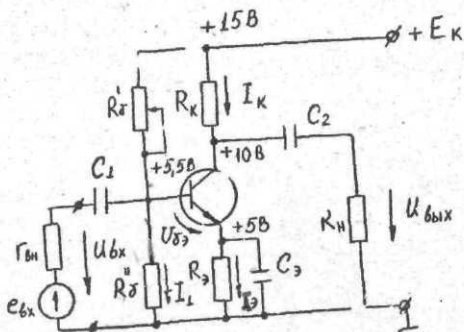
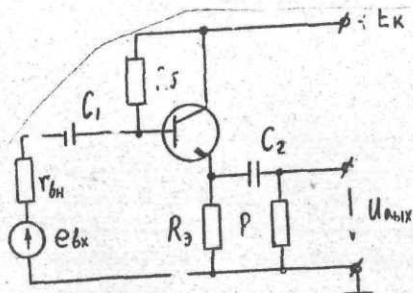
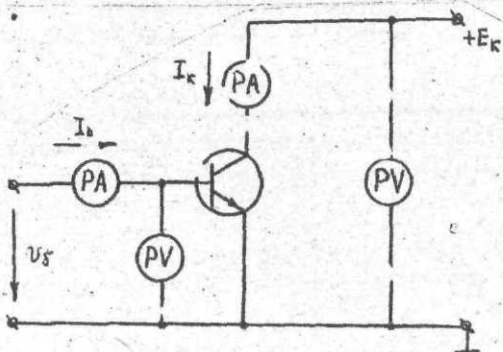

Рис.3.7. Схема усилительного каскада с температурной стабилизацией рабочей точки
Рис.3.8. Схема эмиттерного повторителя
Рис.3.II. Схема включения транзистора для снятия входных и выходных статических характеристик
Для схемы с 0Э входными статическими характеристиками являются зависимости $I_{\delta} = f(U_{\delta})$ (при $U_{\kappa} = \text{const}$), рис. 3 а, и выходными $I_{\kappa} = f(U_{\kappa})$ (при $I_{\delta} = \text{const}$), рис. 3 б. Так как входные характеристики при изменении U_{κ} в широких пределах изменяются незначительно, то можно пользоваться одной характеристикой $I_{\delta} = f(U_{\delta})$, соответствующей некоторому среднему значению U_{κ} . Если входной сигнал имеет небольшую величину и вариация ΔI_{δ} , ΔU_{δ} , ΔI_{κ} , ΔU_{κ} малы, то работа усилителя будет проходить на линейных участках входных и выходных характеристик. В этом случае транзистор можно представить в виде линейного четырехполюсника. Связь между входными и выходными токами и напряжениями в эквивалентном четырехполюснике выражается системой уравнений
покою выбираем в средней части линейного участка характеристики аб, что соответствует примерно середине рабочего участка линии нагрузки $a_1 b_1$. Рабочей точке покоя соответствуют значения $I_{K0} = 3 \text{ мА}$, $U_{K0} = 8 \text{ В}$, $I_{\delta 0} = 300 \text{ мкА}$. По входной характеристике (рис. 3, а) определяем $U_{\delta 0}$ по найденной величине $I_{\delta 0}$. Для создания требуемого тока базы $I_{\delta 0}$
Недостатком рассмотренной схемы усиления является зависимость ее параметров от температуры. На рис.3.7 представлена схема усилительного каскада с температурной стабилизацией рабочей точки.
Следовательно, увеличение тока эмиттера $I_э$ приводит к уменьшению напряжения $U_{бэ}$, вследствие чего эмиттерный переход смещается в сторону запирающего. Ток базы и ток коллектора уменьшаются, т.е. устанавливается прежний режим работы. Потенциальная диаграмма каскада показана на рис.3.7. Рассмотренная схема усилительного каскада с общим эмиттером "поворачивает" фазу выходного напряжения по отношению к фазе входного напряжения на 180° . Представленный на рис.3.8 усилительный каскад с общим коллекто-
На рис.3.II приведена схема включения транзистора для снятия входных выходных характеристик биполярного транзистора. Для исследования одиночного усилительного каскада по схеме с общим эмиттером используется схема с температурной стабилизацией рабочей точки (рис.3.7). С помощью схемы, изображенной на рис.3.8, исследуются свойства эмиттерного повторителя. Во всех указанных схемах в качестве источника входного сигнала используется генератор сигнала ГЗ-33. Также в работе применяются следующие приборы:
2. С помощью входных и выходных характеристик транзистора (рис. 3, а, б), включенного по схеме с общим эмиттером необходимо выполнить: